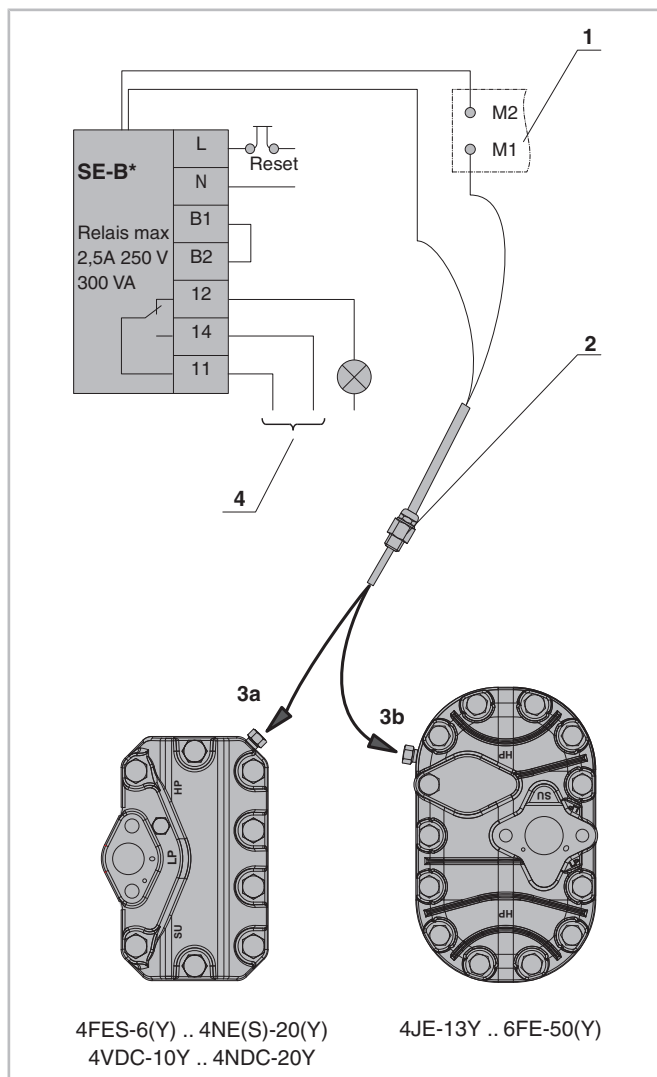

Fig. 22: Sonde de température pour gaz de refoulement en cas de démarrage à vide
- Compresseur avec démarrage à vide intégré : La sonde doit être intégrée à la tête de culasse pour démarrage à vide (voir figure 22, page 72).
- Connecter les fils de mesure en série aux sondes de température moteur (voir autocollant dans la boîte de raccordement et voir figure 22, page 72).